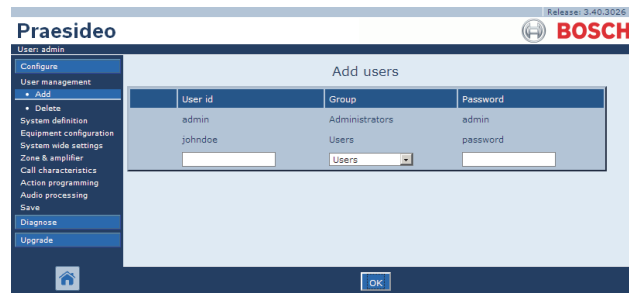

abbildung 42.4: Neue Benutzer definieren, Schritt 5
- 5 Klicken Sie auf die Schaltfläche *OK*, um das neue Benutzerkonto zu aktivieren. Im Mainframe der webbasierten Benutzeroberfläche erscheint ein Bildschirm, der dem in *abbildung 42.4* ähnelt.